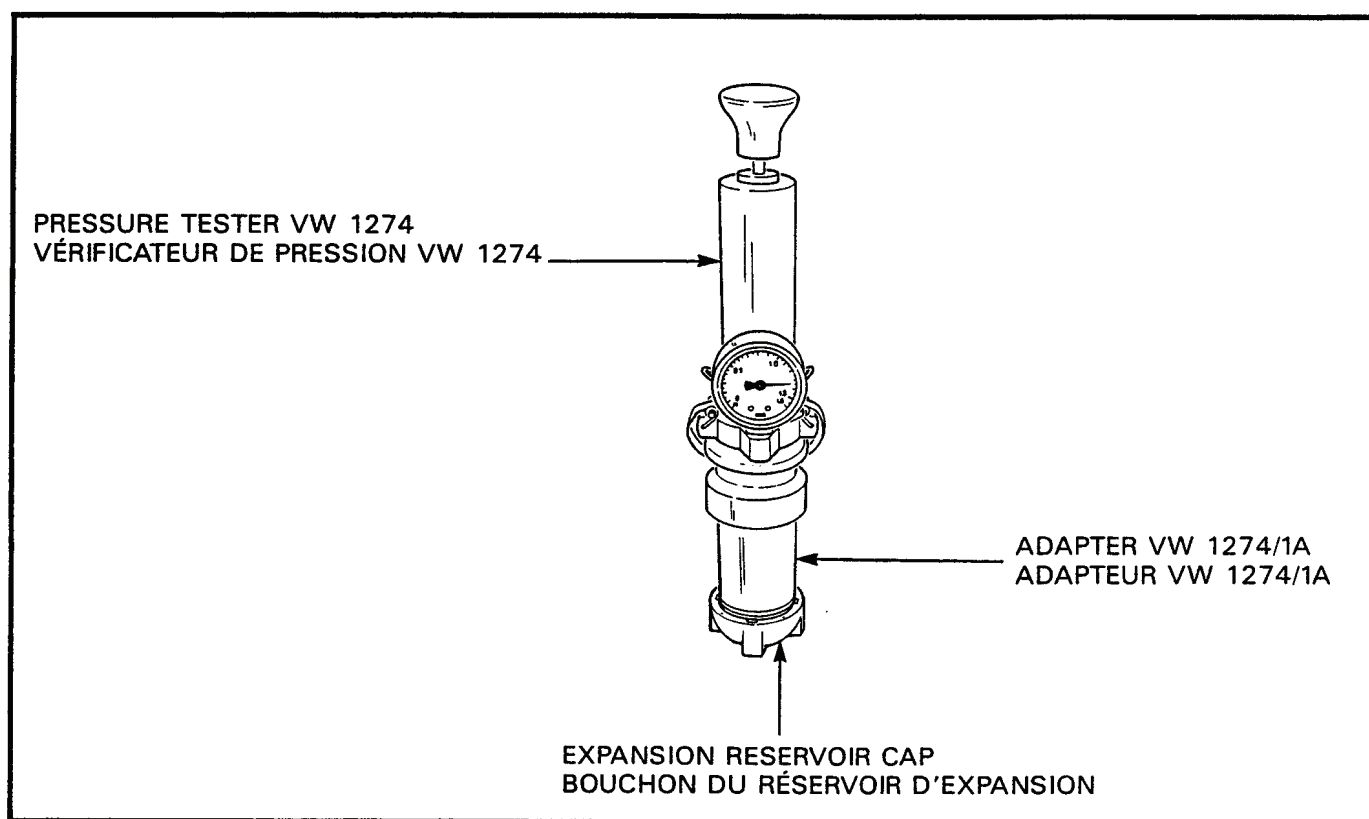

Figure 2-8-5 Expansion Reservoir Cap Pressure Test
- b. Screw the cap onto pressure tester adapter VW1274/1A and attach the adapter to the pressure tester VW1274, see Figure 2-8-5.
- b. Visser le bouchon sur l'adaptateur du vérificateur de pression VW1274/1A et fixer l'adaptateur au vérificateur VW1274. Voir figure 2-8-5.